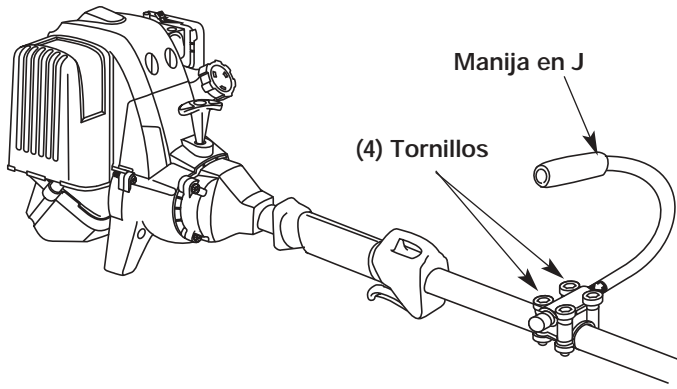

Fig. 1
1. Afloje los cuatro (4) tornillos que sostienen la manija en J en su lugar (Fig. 1). No retire los tornillos por completo.